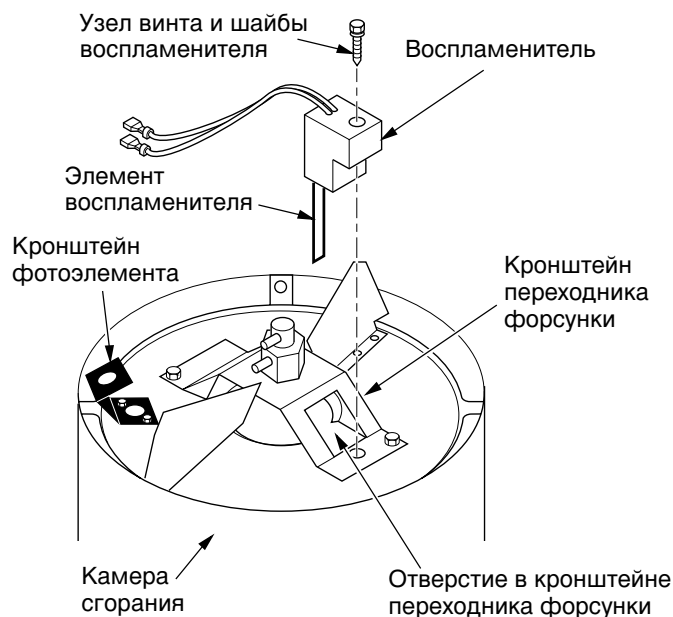

Рис. 12. Установка воспламенителя
6. Извлеките камеру сгорания. Поставьте камеру сгорания на торец кронштейном переходника форсунки вверх (см. Рис. 12).
9. Осторожно вставьте воспламенитель в отверстие кронштейна переходника форсунки. Не ударяйте по элементу воспламенителя. Прикрепите воспламенитель к кронштейну переходника форсунки винтом, пользуясь 1/4-дюймовым гайковертом (см. Рис. 12). Затяните до крутящего момента 0,90 - 1,69 Нм (8 - 15 фунт-дюймов). Не затягивайте слишком туго.